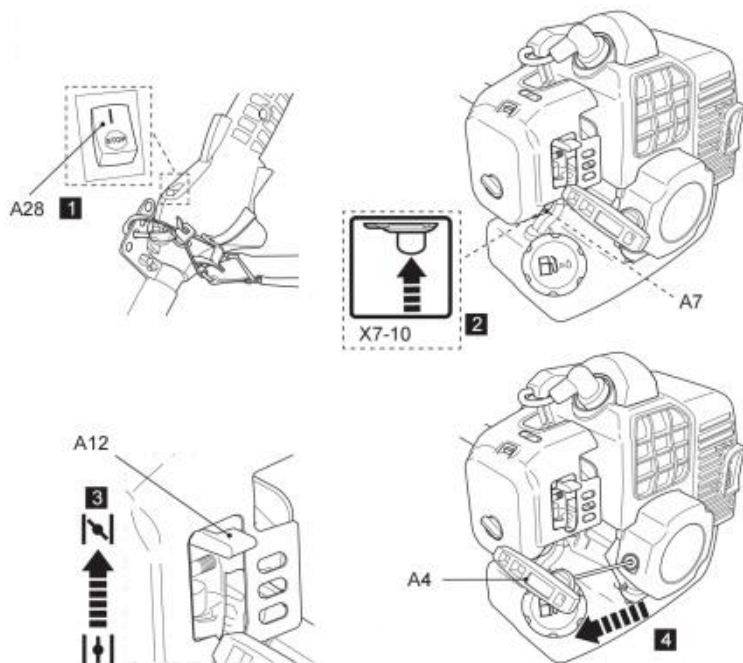

Fig. 38
5. Håll produkten stabilt och dra långsamt i starthandtaget (A4) tills du känner motstånd och dra sedan snabbt. Flytta choken lätt nedåt till mittläget om motorn inte startar efter upp till 8 försök. Gör det igen tills motorn startar (bild 38).